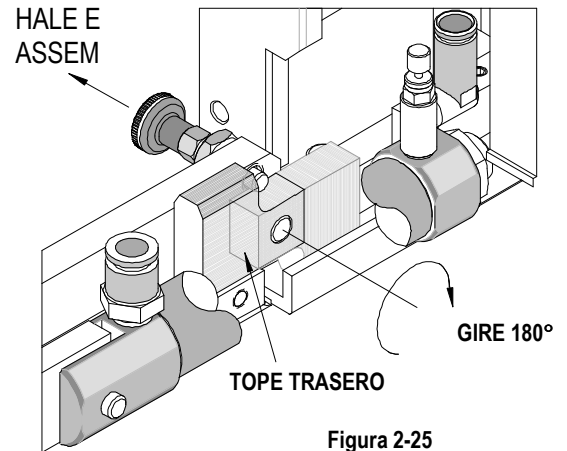

Figura 2-25
2. Para aumentar el retorno de la carrera para los productos con separaciones de 30,48 mm (1,200 pulg.), hale hacia atrás el émbolo accionado a resorte (63600-1566) y voltee hacia arriba y a la izquierda el tope trasero. Suelte el émbolo accionado a resorte. Véase la Figura 2-25.